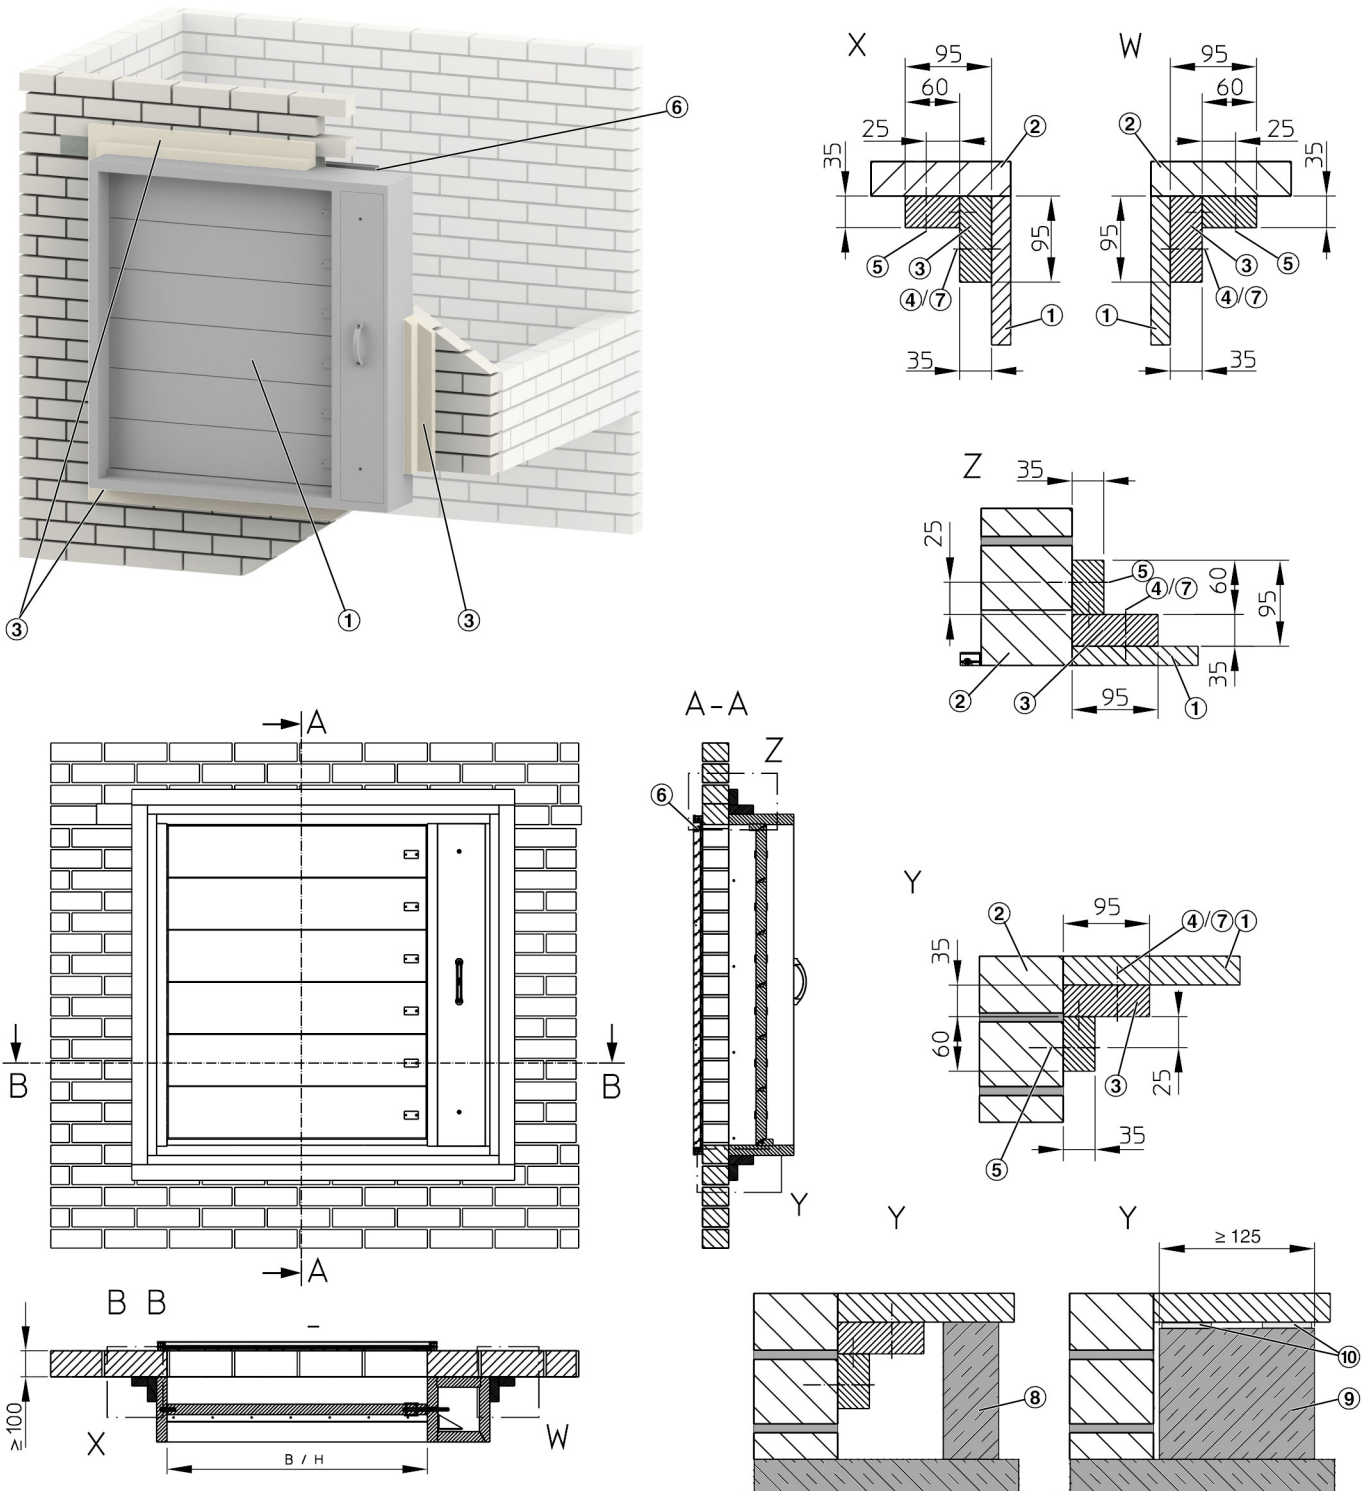

Abb. 23: Trockeneinbau an massiver Außenwand oder massiver Schachtwand
- ▶ Riegel ( Abb. 23 /3) herstellen und an der unteren Seite der Entrauchungsklappe vormontieren.
2. ▶ Hochtemperatur-Dichtband ( Abb. 23 /10) und Aufschäumer ( Abb. 23 /9) am Klappengehäuse aufkleben, hierbei die entsprechende Einbaulage der Klappe beachten.
3. ▶ Riegel ( Abb. 23 /3) herstellen und an der unteren Seite der Entrauchungsklappe vormontieren.